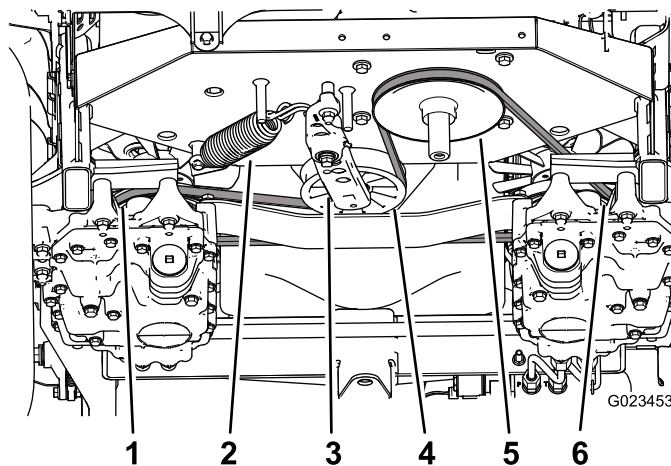

図 57
3. テンショナスプリングの回転を止めるために、テンショナーアームについている四角い穴にラチェットを差し込んで保持する 図 57。その状態でテンショナープリーからベルトを外す。
4. テンショナーアームおよびフレームからテンショナスプリングを外す 図 57。
9. テンショナアームおよびフレームにプリングを取り付ける 図 57。